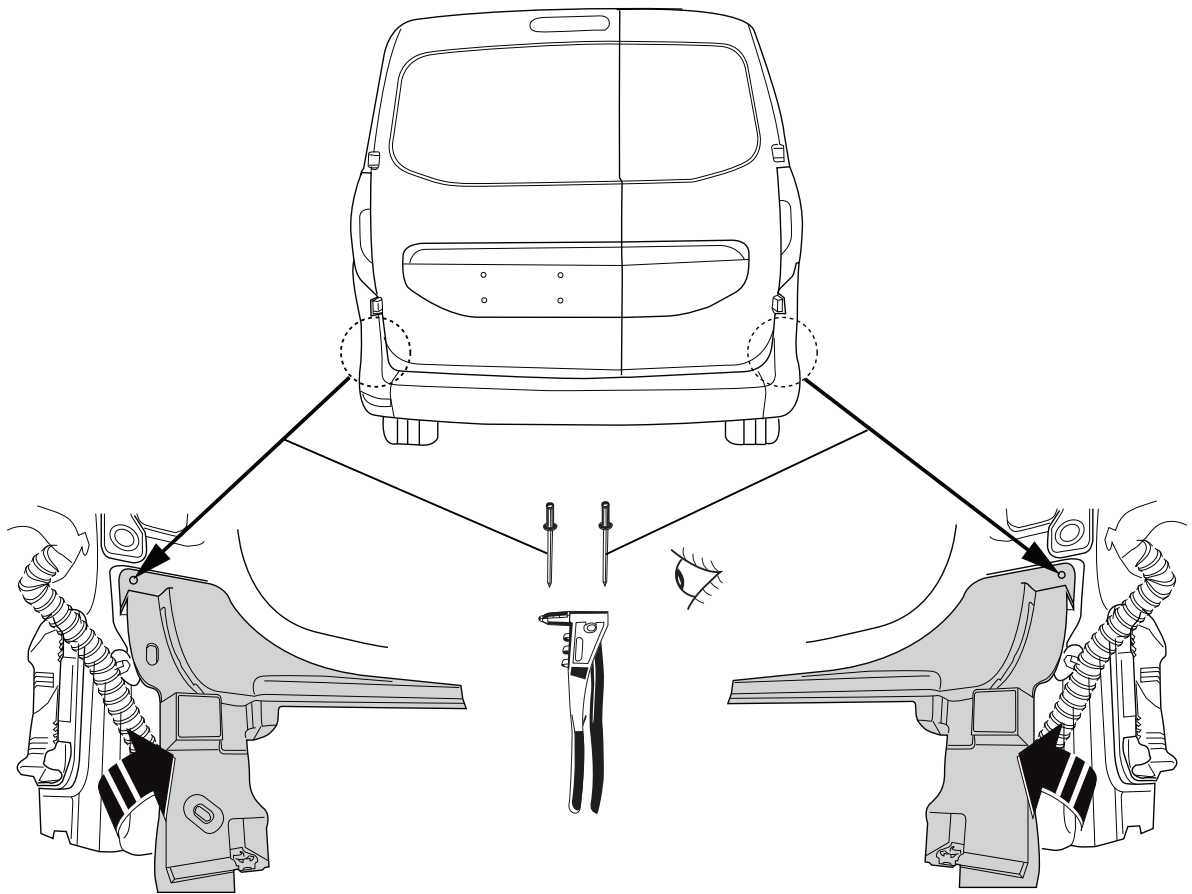

Fig. 3
8. Установить пластмассовые защитные колпаки. См. рис. 3.